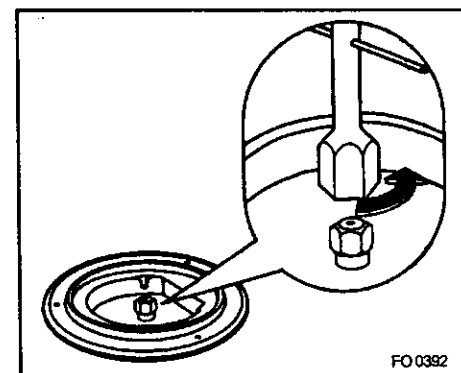

Рис. 12
- Снимите крышки и рассекатели горелок; при помощи торцевого ключа номер 7 отвинтите и выньте форсунки (рис. 12) и замените их форсунками, соответствующими используемому типу газа (см. табличку с техническими данными).